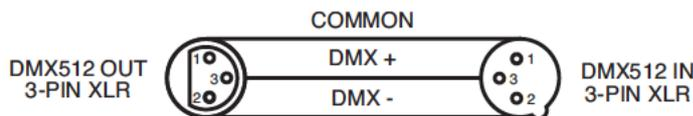

Figure 2
**Remarque :** Assurez-vous de suivre les instructions décrites en figures 2 et 3 lors de la fabrication artisanale de vos câbles. N'utilisez pas la prise de terre de votre connecteur XLR. Ne reliez pas le blindage du connecteur de votre câble à la prise de terre et ne permettez pas au blindage du conducteur d'entrer en contact avec le boîtier externe du XLR. Reliez le blindage à la terre pourrait entraîner un court-circuit et un fonctionnement erratique.